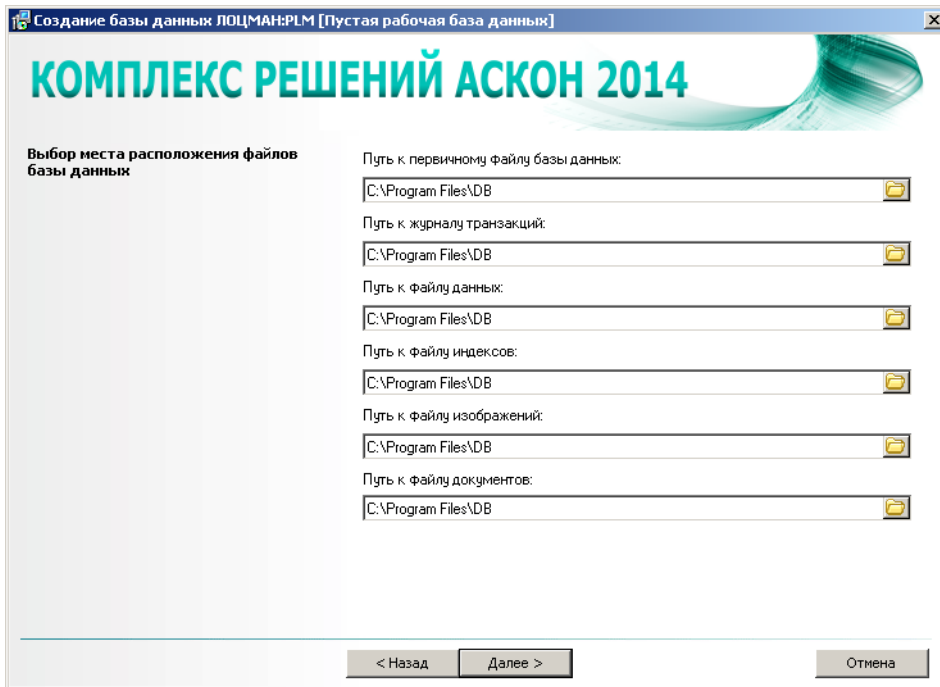

Рис. 5.5.
1. Заполните поля ввода данных (рис. 5.5).